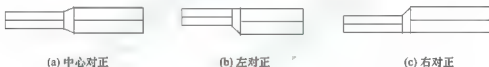

图 3.34 水平对正
(1) 水平对正：在当前视图下，以风管的“中心”“左”或“右”侧边缘作为参照，将相邻两段风管边缘进行水平对正。“水平对正”的效果与画管方向有关，自左向右绘制风管时，选择不同“水平对正”方式的效果如图 3.34 所示。